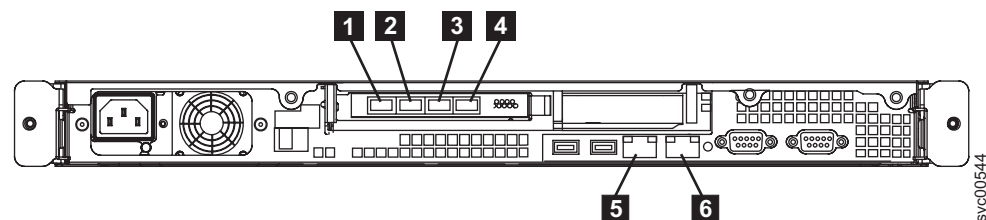

図 32. SAN ボリューム・コントローラー 2145-8A4 のイーサネットおよびファイバー・チャンネル・コネクタ
1. イーサネット・ケーブルをイーサネット・ポート 1 **5** とイーサネット・ポート 2 **6** に接続します (図 32 を参照)。